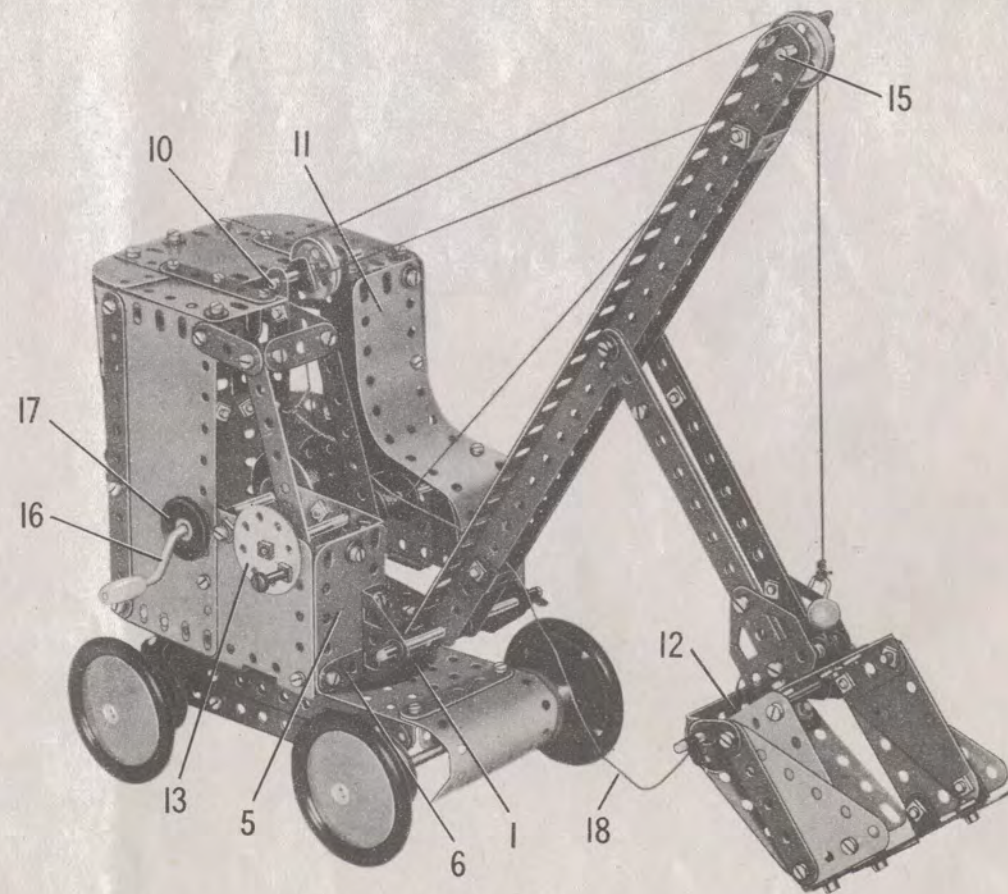

Fig. 5.12
Un disque de 35 mm. (13) (fig. 5.12) est fixé par un écrou sur une cheville filetée qui passe ensuite dans le côté de la cabine et qui porte un raccord de tringles. Une tringle de 9 cm. (14) passe dans la plaque flexible (8) et s'insère dans le raccord de tringles; une corde est attachée à la tringle entre les disques de 19 mm. comme le montre la figure. La corde passe autour d'une tringle de 2,5 cm. (15) tenue au sommet de la flèche par des clavettes, et elle est attachée à un petit crochet lesté. Le crochet est boulonné sur une équerre fixée sur la pelle.